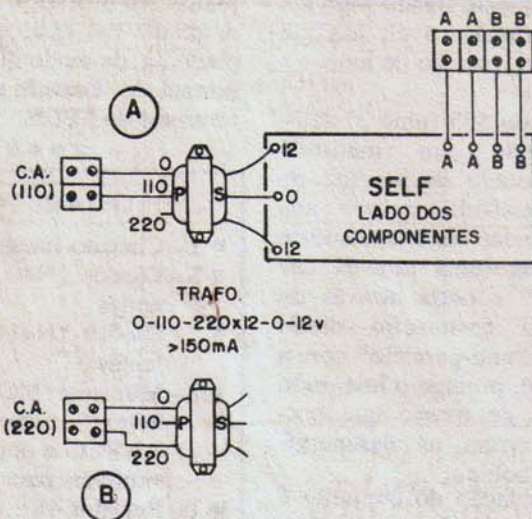

Fig. 4
Satisfeitas as condições anteriores, podem ser feitas as (poucas) conexões externas à placa, mostradas na fig. 4, onde o Circuito Impresso ainda é visto pelo seu lado **não cobreado** (por uma simples questão de "visualização", os componentes sobre a dita placa não são mais mostrados, mas considere que "eles estão lá"...). Muita atenção às ligações do transformador: em (A) temos a conexão para utilização em rede de 110 VCA, e em (B) para rede de 220 VCA. Para a identificação do **primário** (P) e **secundário** (S), lembrar que o primeiro costuma apresentar três fios em cores diferentes, enquanto que no segundo, os fios **extremos** apresentam cores idênticas, diferindo apenas a cor do fio central.
Identificar corretamente a barra de Saldá, com os contatos "A-A" e "B-B". Notar ainda que todas as ligações externas mostradas na fig. 4 devem ser curtas, de modo que o conjunto não se apresente como uma "coisa" cheia de "penduricalhos", desleigante e sujeita a problemas de identificação de fios e ligações...